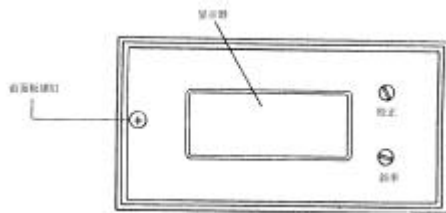

图 5 前面板接线图
2. 调节仪表前面板上的 CALIB (定位) 到仪表显示缓冲溶液 6.86 温度时的缓冲溶液 pH 值 (参见表 1 和图 5)。
4. 调节仪表前面板上的 SLOPE (斜率) 到仪表显示相应于缓冲溶液 4.00 或缓冲溶液 9.18 温度时的缓冲溶液 pH 值 (参见表 1 和图 5)。